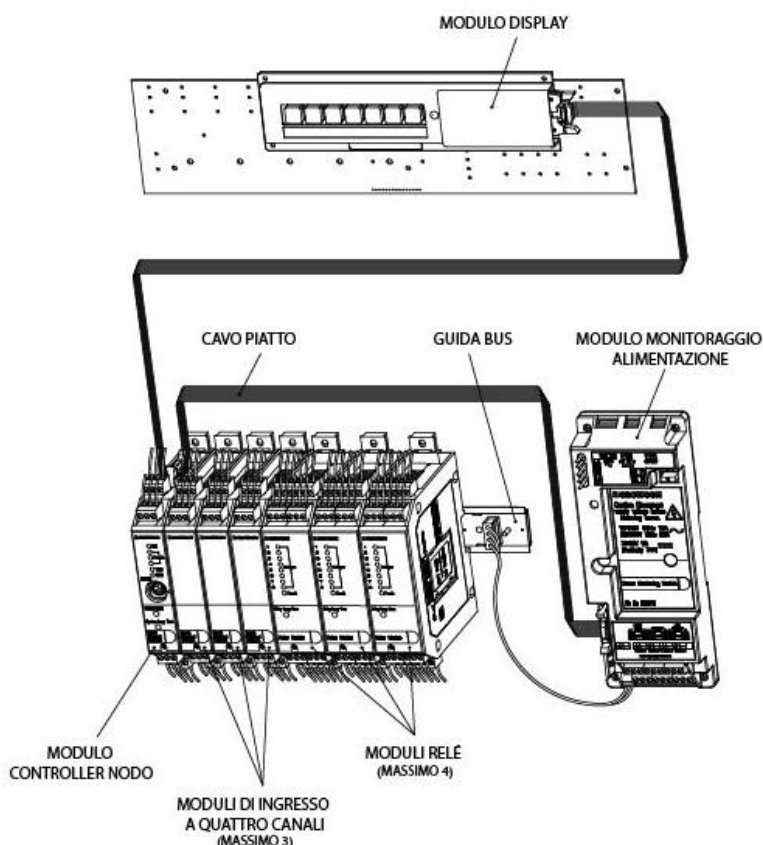

Figura 1: assemblaggio generale dei moduli Vortex.
La Figura 1 mostra l'assemblaggio generale dei moduli all'interno del sistema Vortex. Il numero e la disposizione dei moduli variano in base alla configurazione del particolare sistema Vortex.
La Figura 1 mostra la disposizione dei moduli all'interno del sistema Vortex. Il numero e la disposizione dei moduli variano in base alla configurazione del particolare sistema Vortex.
4. Assemblare i moduli sulla guida o sulle guide del bus. Per ridurre l'interferenza con i canali di ingresso quando si commutano carichi pesanti, i moduli Uscita relè devono trovarsi a destra dei moduli Ingresso a quattro canali. Il modulo Controller nodo deve essere a sinistra, come in Figura 1. Le istruzioni per lo smontaggio e il montaggio dei moduli sulla guida DIN sono riportate nella Sezione 7.8.